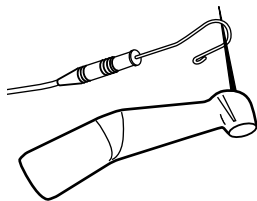

图 7 使用在 VDW 6:1 减速弯手机中的根管锉和唇钩激活根测仪
3. 要启动根测仪, 将唇钩和根管锉连接约 3 秒钟。**不要碰到止动片!** 如图 7。